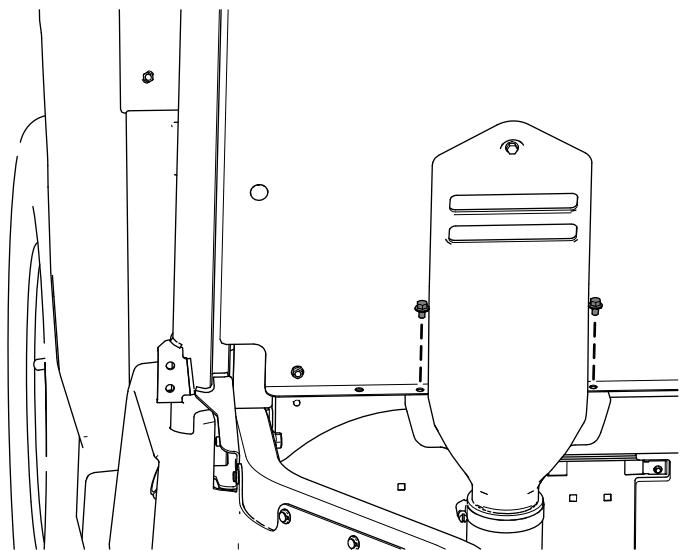

Figura 67
- G. Sujete la parte inferior de la cubierta de admisión de la CVT al panel del asiento usando los 2 pernos con arandela prensada ($\frac{1}{4}'' \times \frac{3}{8}''$) que retiró anteriormente, como se muestra en la Figura 67.